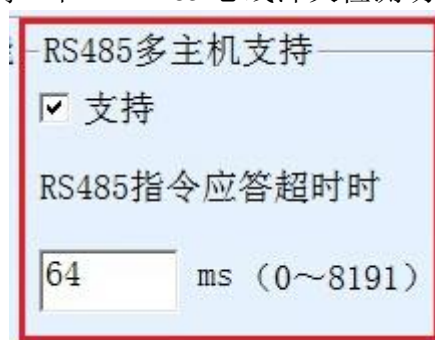
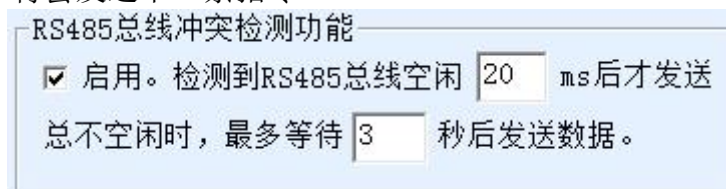

图 45 RS485 多主机支持
图 46 RS485 防冲突空闲时间
1. 图 46 所示为“RS485 总线防冲突时间”，一般可以设置为参数配置界面右下角的“数据包间隔”的两倍，但是最小不能小于 20。
2. 图 45 所示为“RS485 指令应答超时时间”，一般根据来回应答的指令长度决定，如果发送指令为 N 字节，应答为 M 字节，那么建议设置的值为：“数据包间隔” $\times (N+M+5) + 100$ 。
此时需要注意的是需要将图 46 所示为“RS485 总线防冲突时间”和图 45 所示为“RS485 指令应答超时时间”的两个勾去掉。否则无法实现上述转发功能。